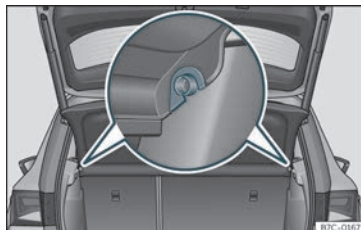

Fig. 111 Na bagageira: desmontar e montar a chapeleira.
- Desencaixe a chapeleira dos suportes laterais >>> **Fig. 111** puxando-a para cima e retire-a.
- Introduza a chapeleira horizontalmente fazendo coincidir a «fechadura» sobre o eixo dos suportes >>> **Fig. 111**, e pressione para baixo até que encaixe.